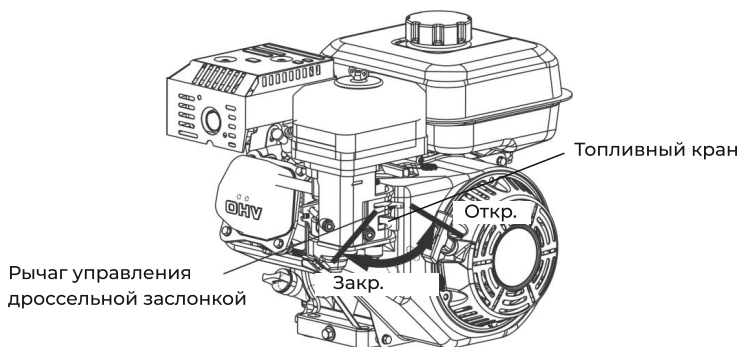

Рис. 6
1. Запуск (Примечание: рычаг переключения передач должен быть в нейтральном положении) (рис. 6)